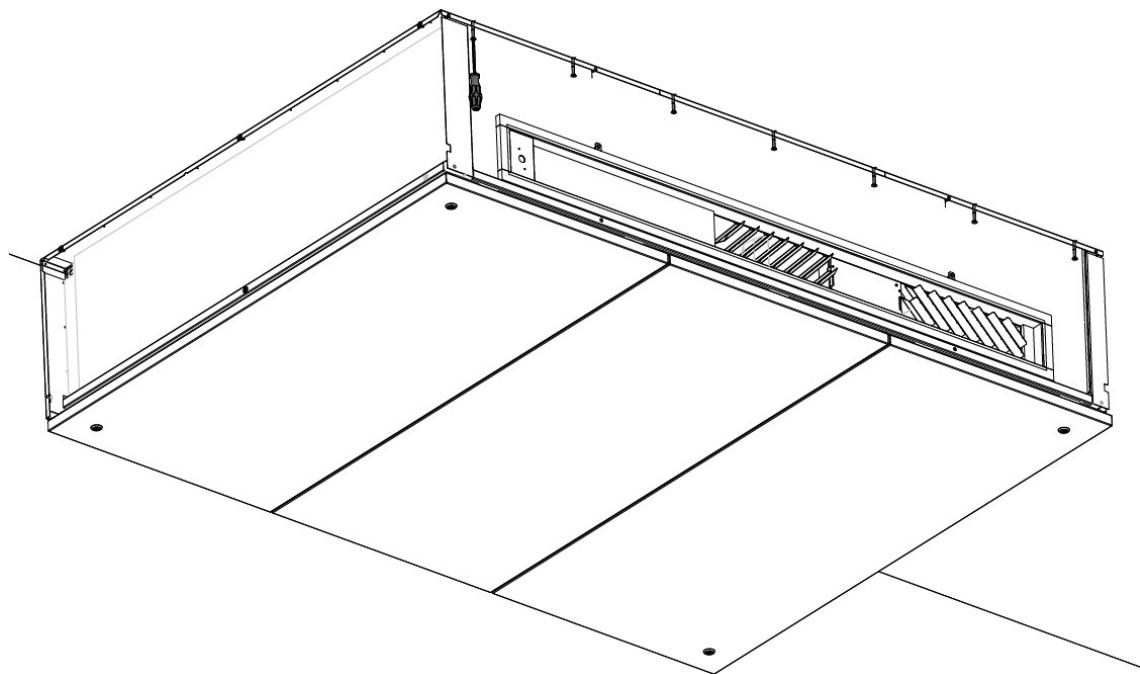

Abbildung 21: Montieren Sie die vordere Halterung an der Decke
6. Montieren Sie die vordere Halterung an der Decke, siehe Abbildung 21. Nutzen Sie alle Befestigungspunkte.